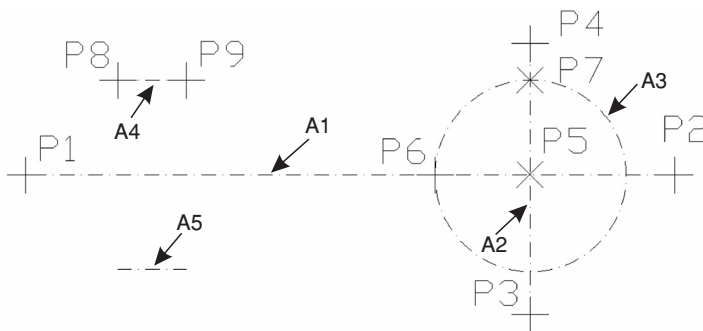

Fig. 6.25 Exercițiul 6.7 – pasul 1
- Pasul 1. Setând stratul **Axe** ca strat curent se trasează liniile de axă, în cele două proiecții – Fig. 6.25.